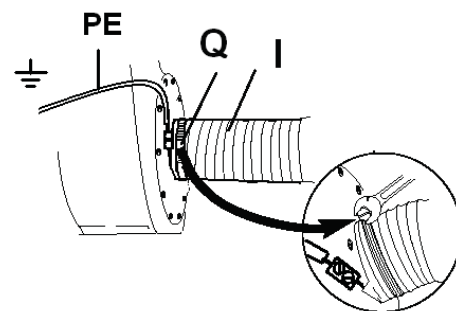

Рис. 4
- Подсоедините стальной провод шланга к желто-зеленому проводу заземления (PE, Рис.4). Это обеспечит защиту от статического электричества.
- Запуск и остановка устройства осуществляется магнитным выключателем (F).